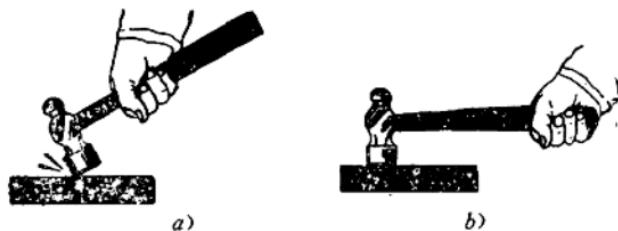

图 1-6 手锤的使用方法
2. 使用时要握住锤把末端（不要握住锤把中间），要对准被击物敲打，否则，锤击物表面易成蘑菇状。使用方法如图1-6所示。使用锤子之前，应先检查并确保锤头不松动。